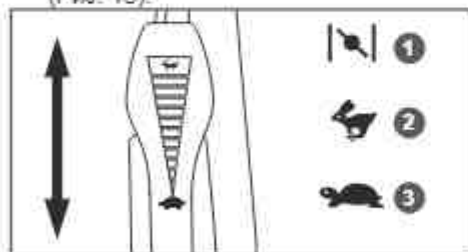

Рис. 15 Положения рычага газа (вид сверху)
2. Для запуска двигателя закройте воздушную заслонку карбюратора, для этого переведите рычаг газа 7 (Рис. 1) в положение «1» (вперёд до упора) (Рис. 15).
- После запуска двигателя переведите рычаг газа в положение «3» (Рис. 15) и прогрейте двигатель на холостых оборотах в течение 30 секунд.
После запуска прогретого двигателя работу можно начинать сразу, для этого переведите рычаг газа в положение «2» (Рис. 15).
- Рычагом газа переведите двигатель в режим холостого хода (переведите рычаг газа в положение 3 (холостых оборотов) (Рис. 15).
В соответствии с разделом ЗАПУСК ДВИГАТЕЛЯ запустите двигатель и прогрейте его. После прогрева двигателя установите рычаг газа в положение 2 (максимальные обороты) (Рис. 15), затем включите привод хода, нажав рычаг 1 включения привода хода (Рис. 18).
Скашивание необходимо производить только на максимальных оборотах двигателя (рычаг газа в положении 2 (Рис. 15)). Уменьшение оборотов двигателя для снижения скорости движения газонокосилки допускается только на короткое, непродолжительное время. Постоянная работа двигателя газонокосилки на средних и холостых оборотах с целью уменьшения скорости движения газонокосилки (или возможной экономии топлива) запрещается. В противном случае, это приведет к скоплению нагара в камере сгорания, на поверхностях поршня и головки цилиндра, поршневых кольцах, выпускном клапане и глушителе. Также может произойти залегание поршневых колец, зависание выпускного клапана. Кроме этого, из-за недостаточной скорости лопастей и лезвий ножа снижается мощность создаваемого потоком воздуха и эффективность среза травы и выброса травы, что может привести к ухудшению производительности скашивания, забиванию деки газонокосилки травой и увеличению нагрузки на двигатель. Выход двигателя газонокосилки из строя по всем вышеперечисленным причинам не будет являться гарантийным случаем.